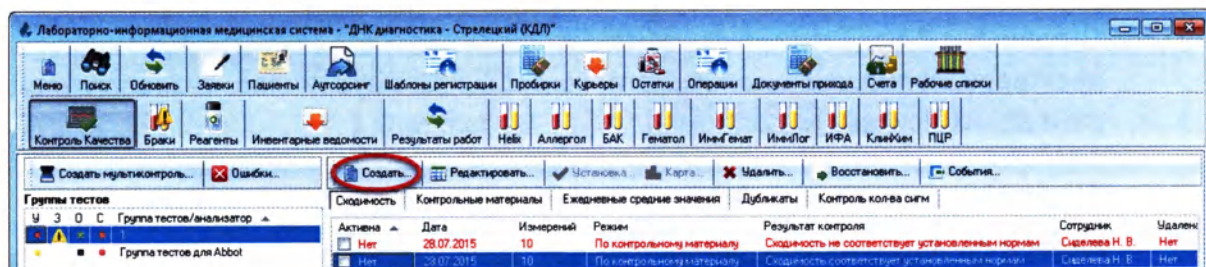

Рисунок 12.7
4. Нажмите кнопку «Создать» (Рисунок 12.7):